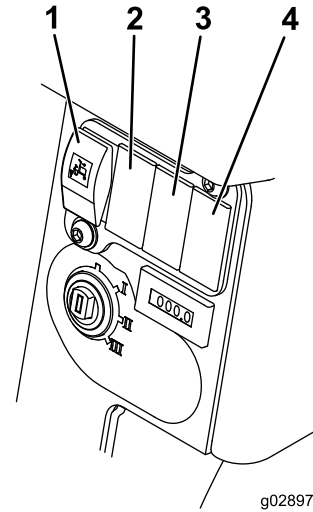

Figura 24
- 5. En la parte trasera de la consola, sobre el interruptor de encendido, retire los huecos de interruptor taponados entre los interruptores de elevación auto limitada y baliza (Figura 24).
- 7. Conecte el interruptor del faro y de la luz de emergencia que hacen referencia a las etiquetas de los conectores que los identifican (Figura 24).